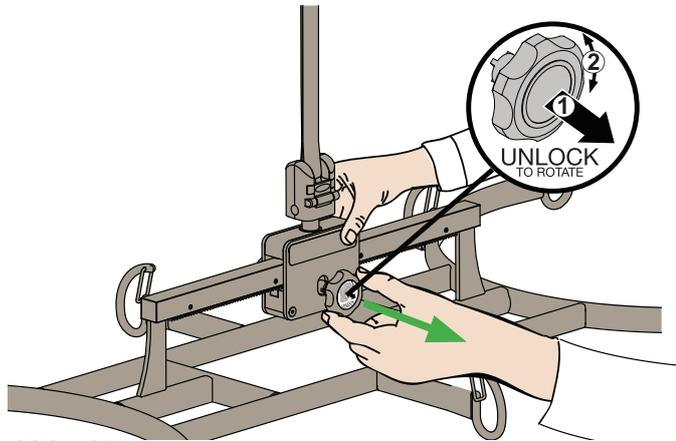

Abb. 16
1. Ziehen Sie zur Einstellung des Aufhängungsrahmens die Knöpfe heraus oder drücken Sie sie hinein. Siehe Abb. 16.